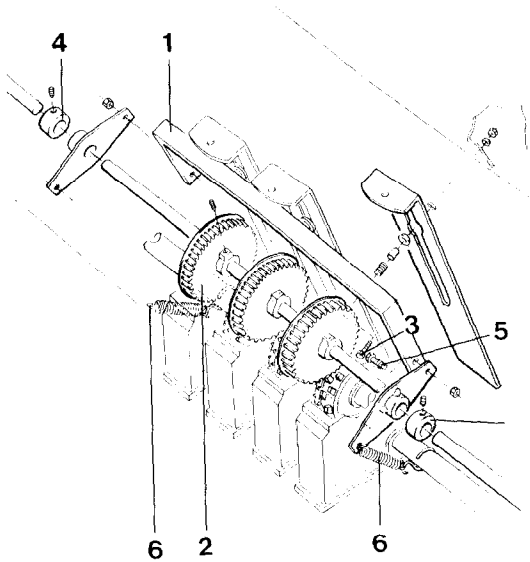

Fig. 37
- Seitlichen Tragrahmen (Fig. 37/1) an den Absperrschiebern lösen.
- Kunststoffantriebsritzel (Fig. 37/2) lösen und mit dem Tragrahmen über der neuen Fahrgasse mit längeren Absperrschieberschrauben M 6 x 25, DIN 933 (Fig. 37/3) an der Sämaschine befestigen.
- Stellringe (Fig. 37/4) leicht gegen die Schwenklager drücken und festziehen.
- Antriebsritzel (Fig. 37/2) auf der Vorgelegewelle verschieben, bis Zähne von Antriebsritzel und Fahrgassenfeinsäräder ineinandergreifen, dann festziehen.
- Um ein Ausweichen der Vorgelegewelle zu gewährleisten, sind die Skt.-Schrauben (Fig. 37/5) der Schwenklagerbefestigung mit leichtem Spiel anzuziehen.
- Vier seitliche Zugfedern (Fig. 37/6) an der Bodenklappenwelle einhängen.